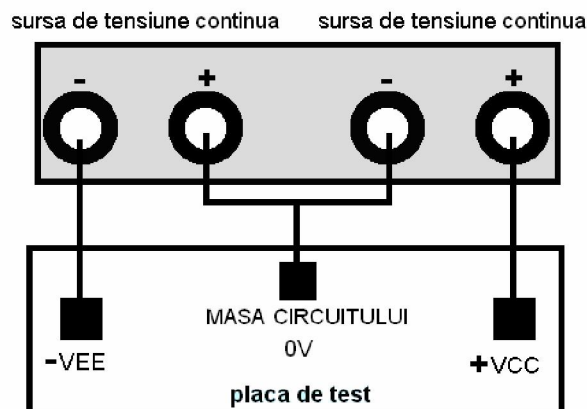

Figura 3. Alimentarea diferen ial a amplificatorului opera ional.
- se conecteaz firele de alimentare la circuit, iar ambele surse de tensiune continu utilizate pentru alimentarea montajului se regleaz la valoarea de **15[V]**; pentru ob inerea unei aliment ri diferen iale se vor folosi dou surse de tensiune continu (cele dou surse reglabile, furnizate de sursa de alimentare), care se vor conecta în serie, a a cum este indicat în Figura 3: